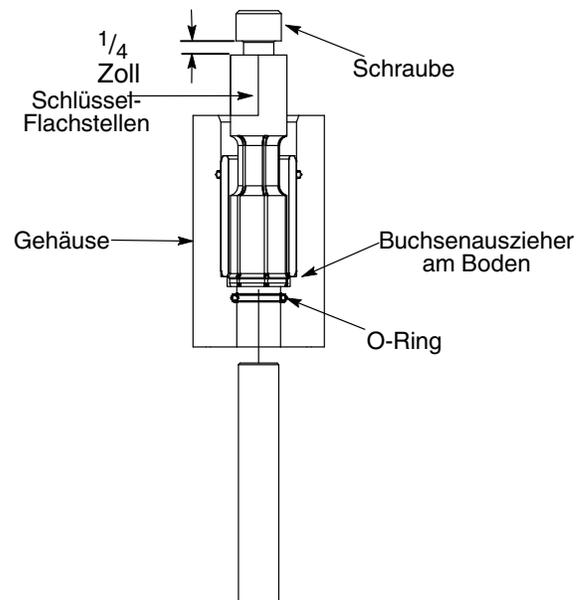

Abb. 13 Buchsenausziehwerkzeug einstecken
3. Siehe Abb. 13. Bevor das Buchsenausziehwerkzeug in das Gehäuse gesteckt wird, sollte das Werkzeug in der entspannten Position sein. Die Schraube sollte mindestens  $\frac{1}{4}$  Zoll vom Werkzeug herausgeschraubt und der Stift bis zum Anschlag an der Schraube in das Werkzeug gedrückt werden.